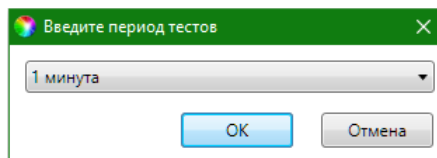

Рис. 4.15. Окно *Введите период тестов*
- В следующем окне нажмите кнопку **OK** (рис. 4.15).